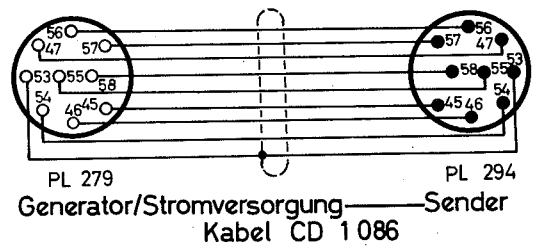

Bild 27 Kabel CD-1086 mit Anschlußschema
b) Stromversorgungskabel (Bild 27) CD-1086. Je ein Kabel mit 1,10 m Länge dient als Verbindungsstück zwischen Stromversorgungsgerät DY-88/GRC-9 oder Handgenerator GN-58-A und Sende-Empfangsgerät RT-77/GRC-9. Die durch Neoprem-Mantel geschützten Kabel sind achtadrig, mit Vater- und neunpoligem Mutterteil versehen, der an den Anschluß „STROM-EINGANG“ auf der Frontplatte des Senders anschließbar ist.